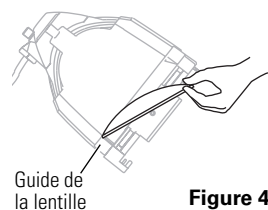

Figure 4
8. Une fois que la lentille est descendue, enlever le doigt, et laisser glisser la lentille jusqu'à ce qu'elle repose sur les guides de lentille. Voir la **Figure 4**.